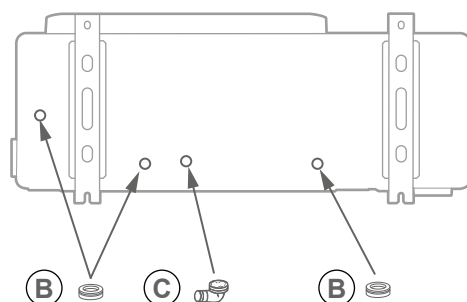

fig. 18 - Pose de l'unité extérieure, évacuation des condensats
• En fonctionnement, de l'eau peut s'évacuer de l'unité extérieure. Ne pas installer l'appareil sur une terrasse, mais préférer un endroit drainé (lit de graviers ou sable). Si l'installation est réalisée dans une région où la température peut être inférieure à 0°C pendant une longue période, vérifier que la présence de glace ne présente aucun danger. Il est aussi possible de raccorder un tuyau d'évacuation sur le bac de récupération de condensats (option) (*"Fig. 18 page 17*).